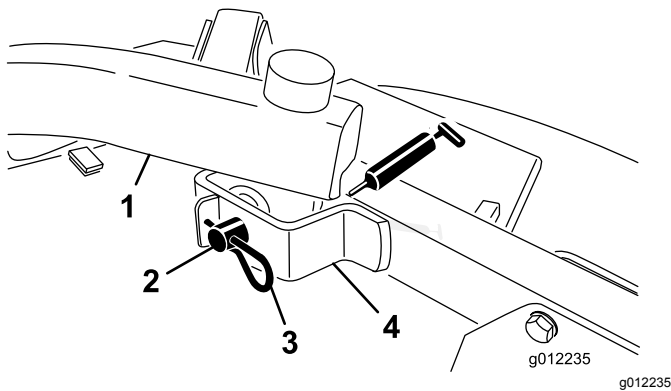

Figure 18
- Pivots de bras de levage avant (2) (Figure 18)